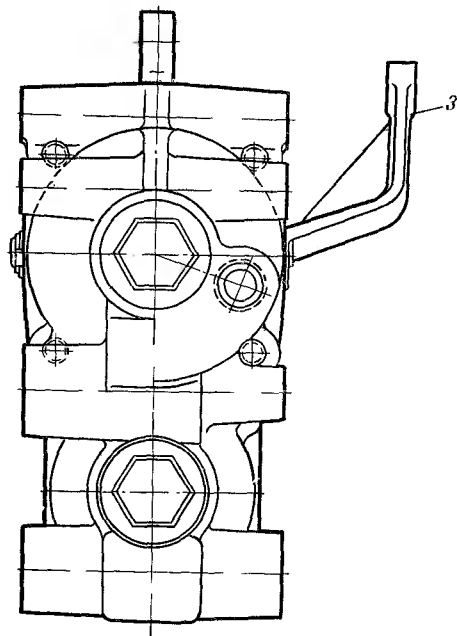

Рис. 130. Тормозной
**Снятие и разборку тормозного крана необходимо выполнить в следующем порядке (рис. 130).**